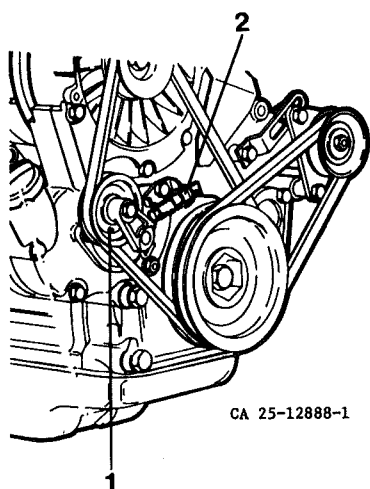

Fig 31 Kontroll av kilrem och kilremsövervakning
Kontrollera samtidigt att kilremsövervakningen för fläktremmen fungerar! Signalhornet skall ljuda när kilremsövervakningens kontakt (2) fig 31 trycks in.
Tryck in kontakten (2, fig 31) varvid väl-tens signalhorn skall ljuda. Är larmdonet ur funktion skall det omgående repareras.